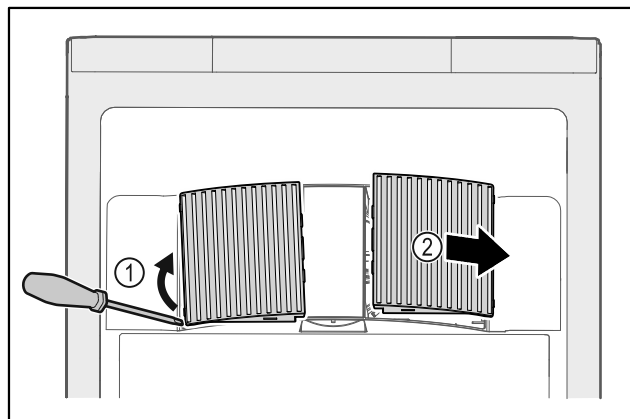

Fig. 148
- Bänd försiktigt loss flätkåpan på sidan Fig. 148 (1) och ta av dem framåt Fig. 148 (2).